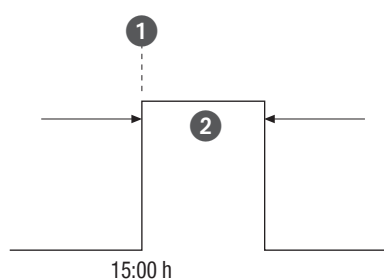

Abb. 31: Impulsschaltung
- (Abb. 31/①) Startzeit
- (Abb. 31/②) Dauer = Schaltung EIN